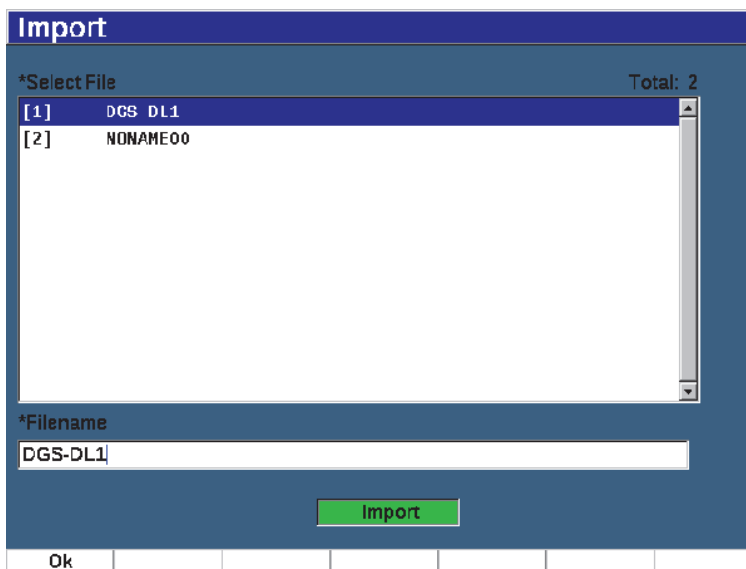

Figure 10-20 Fenêtre Import
1. Sélectionnez **Import** (Importer) [touche P3] pour afficher la fenêtre **Import** (voir la Figure 10-20 à la page 233).